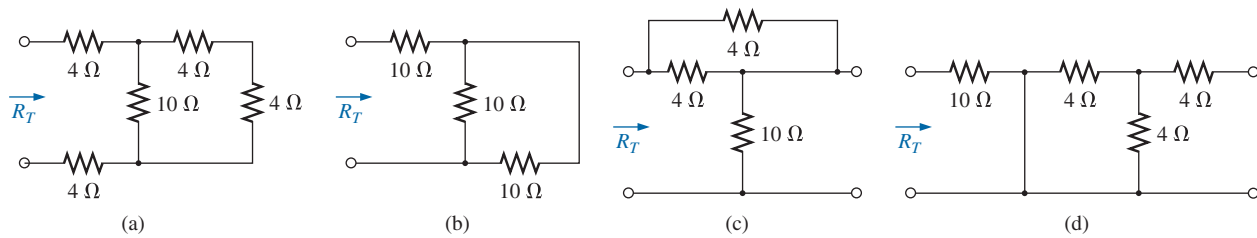

Figura 7.61 Problema 2.
2. Determine  $R_T$  para os circuitos na Figura 7.61.